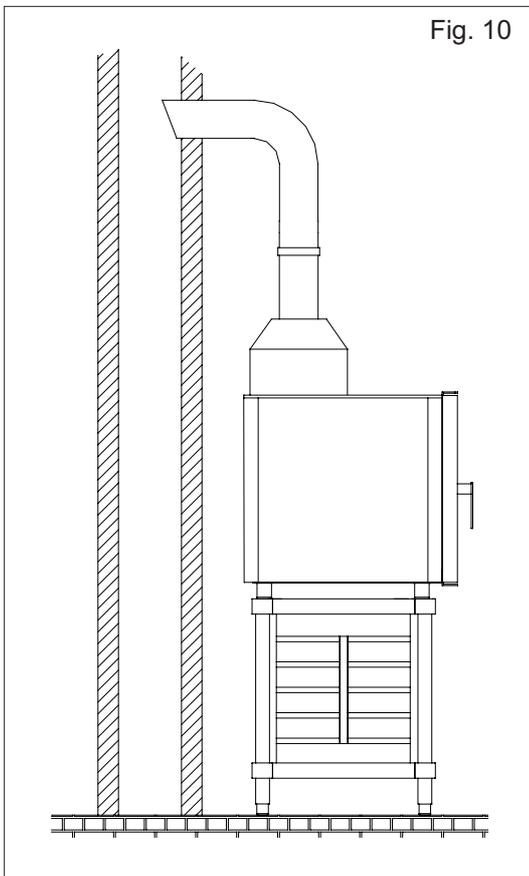

Fig. 10
- a un conducto natural, como un conducto de humo con tiro natural que evacúe con eficacia los productos de la combustión directamente al exterior (Fig. 10).